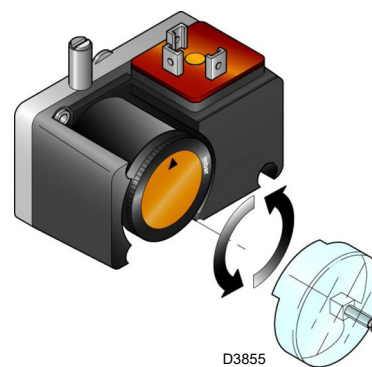

Fig. 31
- Régler le pressostat pour le contrôle d'étanchéité (kit PVP)(Fig. 31 à la page 32), le cas échéant, selon les instructions fournies avec ledit kit.
Régler le pressostat pour le contrôle d'étanchéité (kit PVP)(Fig. 31) selon les instructions fournies avec ledit kit.